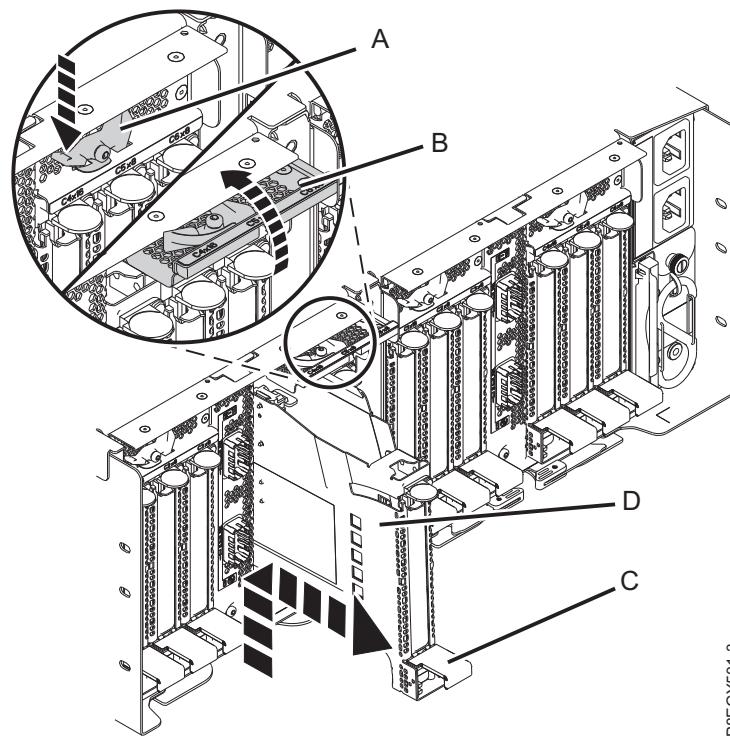

図 34. PCIe3 拡張ドロワーからの PCIe アダプター・カセットの取り外し
- a. 図 34 に示すように、スロットのターゲットにラッチ・レバー (A) を押しつけます。このアクションにより、ラッチ・ドアが上に回転して、開いた位置になります。図 34 の (B) を参照してください。
- b. 図 34 に示すように、カセット・ハンドル (C) を持ち上げ、カセット (D) をそのスロットから引き出します。